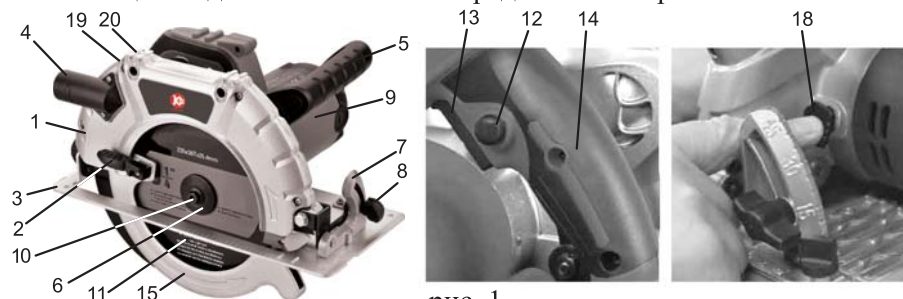

рис. 1
4.1 Общий вид пилы схематично представлен на рис.1*